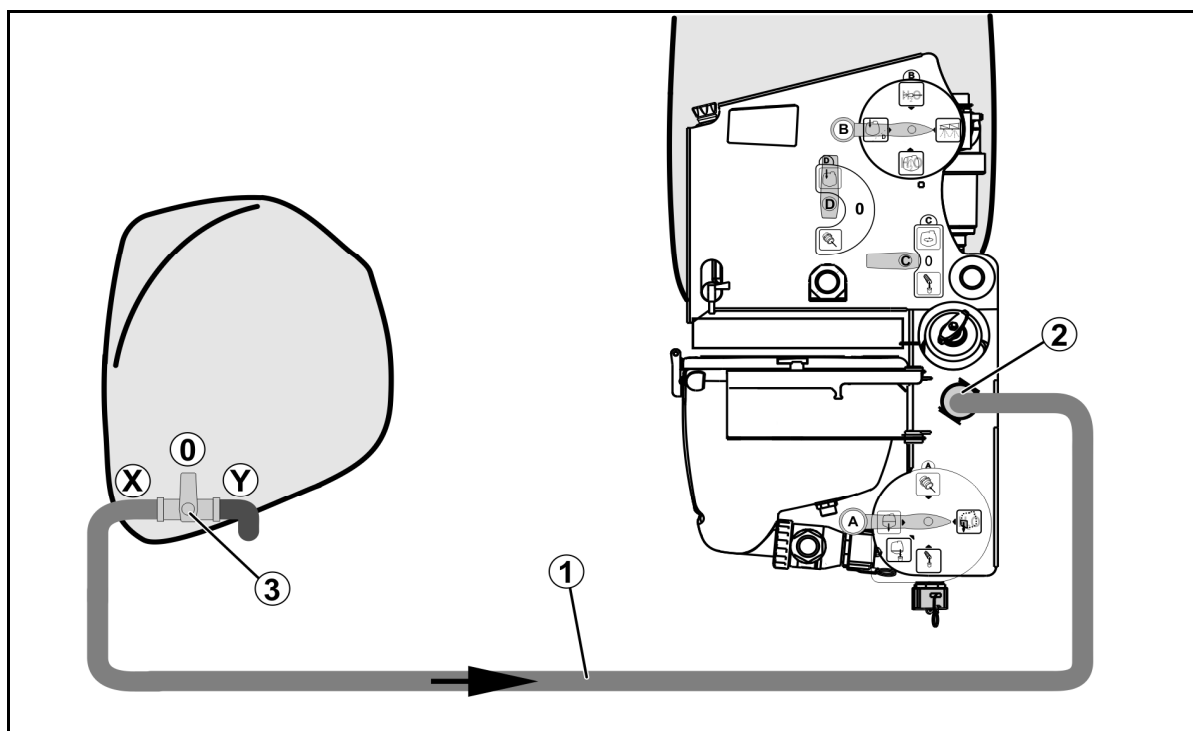

Рис. 14
1. Подсоедините соединительный шланг (Рис. 14/1) переднего бака к заправочному штуцеру (Рис. 14/2).
2. Переключающий кран на переднем баке (Рис. 14/3) в положение **X**.